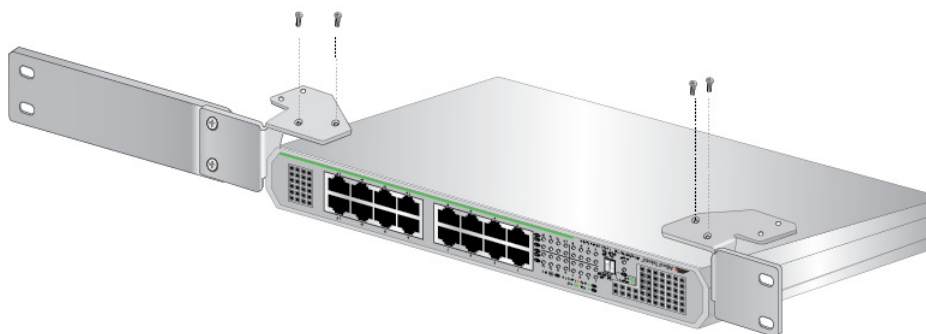

Рисунок 30. Крепление кронштейнов к коммутатору
5. Прикрепите кронштейны по бокам коммутатора при помощи винтов M3x6мм и крестовой отвертки. См. рис. 30.